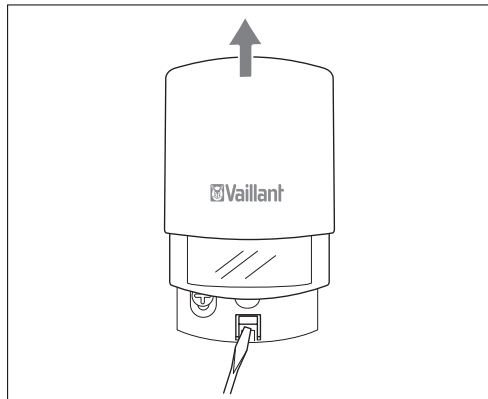

Fig. 3.1 Afmontering af radioudføleren
- ⇒ Før en skruetrækker ind forneden i låsetappen på vægsoklen. Træk radioføleren opad fra vægsoklen (se fig. 3.1).